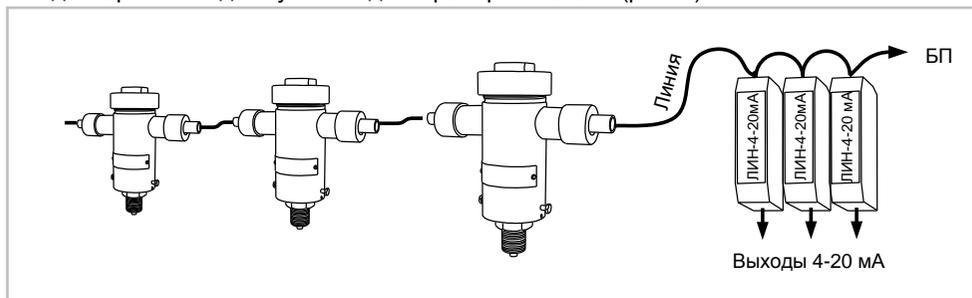

Рис. 5
6.3.2 Для получения унифицированных токовых сигналов 4-20 мА используются адаптеры – по одному на каждый преобразователь (рис. 5).